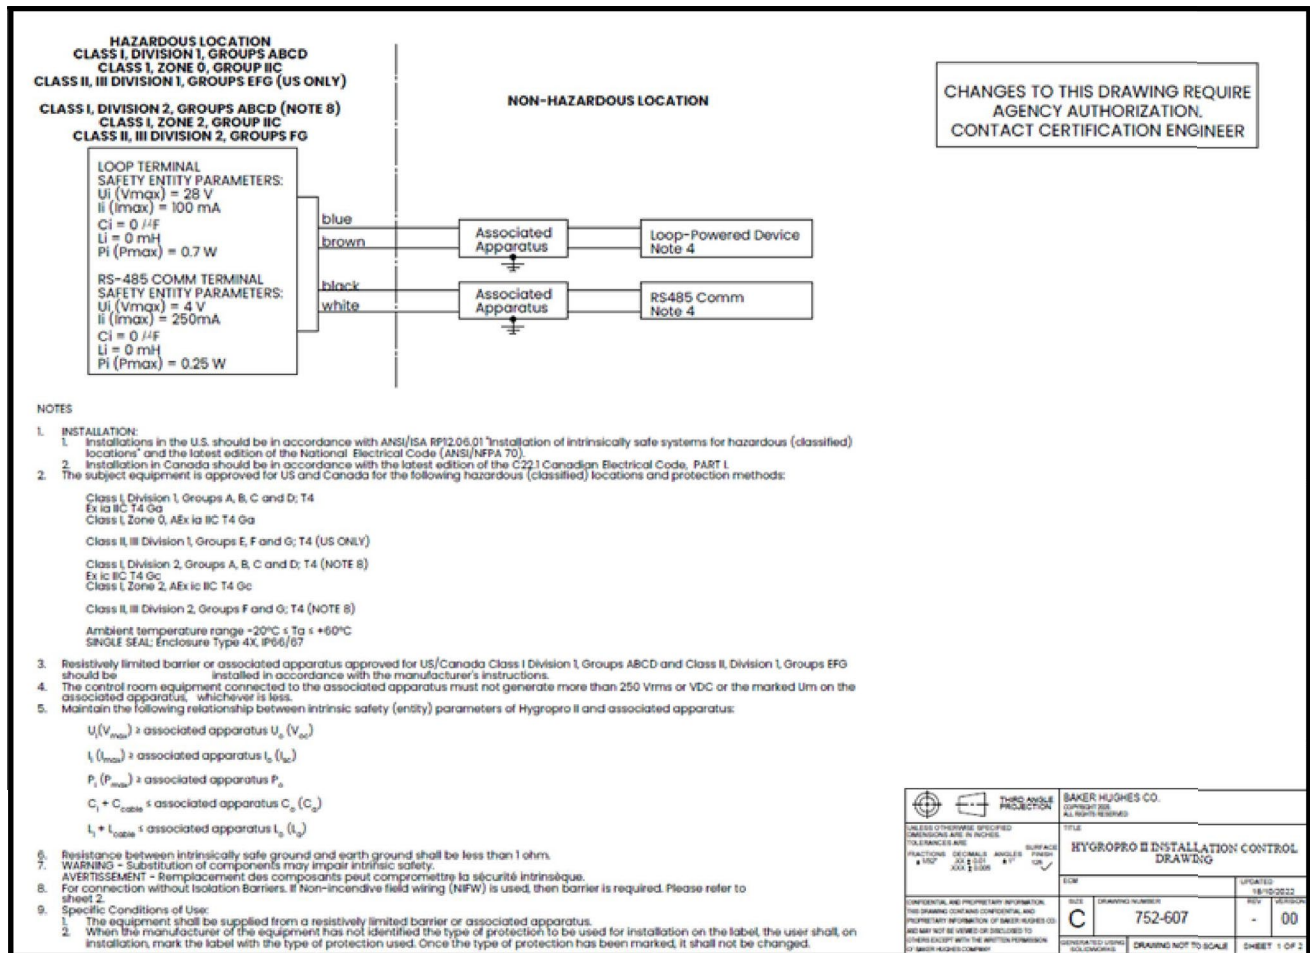
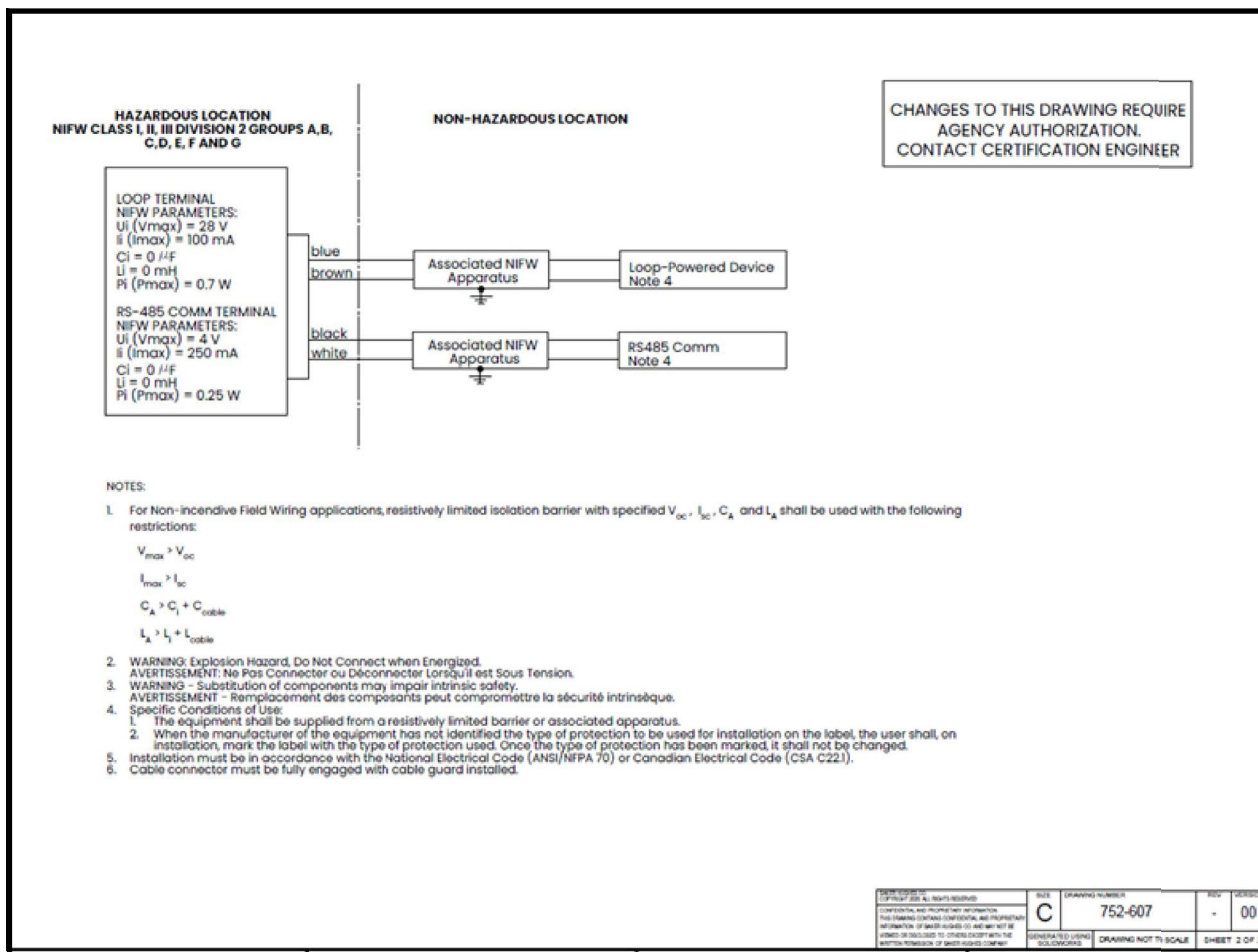

Figura 10: Desenho de controle de instalação HygroPro^{II} para locais da Divisão 1 e Divisão 2 (consulte 752-607)
Figura 11: Esquema de controle de instalação HygroPro^{II} para fiação de campo não inflamável em locais da Divisão 2 (consulte 752-607)
- o desenho esquemático FM (ver a Figura 10 abaixo)
Para a fiação do HygroPro^{II} em áreas (classificadas) perigosas, conecte a extremidade do cabo flexível do conjunto de cabos IS fornecido com o transmissor, conforme mostrado nos diagramas de controle de instalação na Figura 10 e na Figura 11, de acordo com uma das seguintes condições:
- **Com barreira Zener/isolador galvânico de classificação adequada:** necessário para uso em áreas perigosas de Classe I, Zona 0 e Classe I/II/III Divisão 1 (Figura 10).
- **Fiação de campo não inflamável e barreiras Zener:** Para uso somente em áreas perigosas de Classe I/II/III, Divisão 2 (Figura 11).